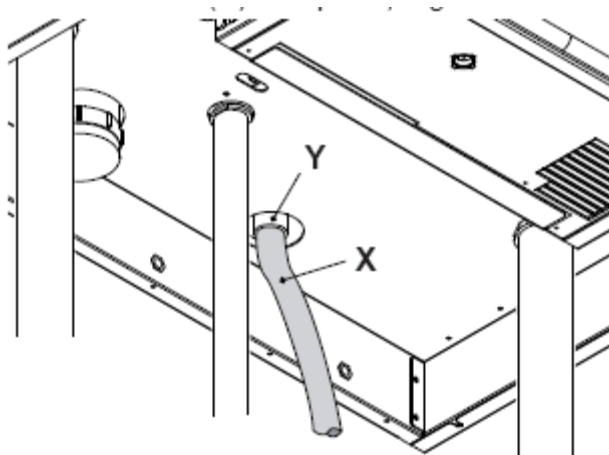

рис. 9.4
- Подсоедините резиновую трубку (X) к крану слива (Y) и откройте его, см. рис. 9.4.